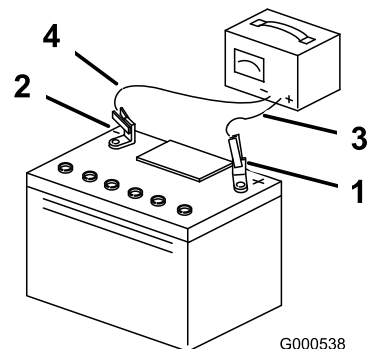

Figura 53
5. Quando le batterie sono completamente cariche, staccate il caricabatterie dalla presa elettrica e scollegate i cavi di ricarica dai poli delle batterie (Figura 53).